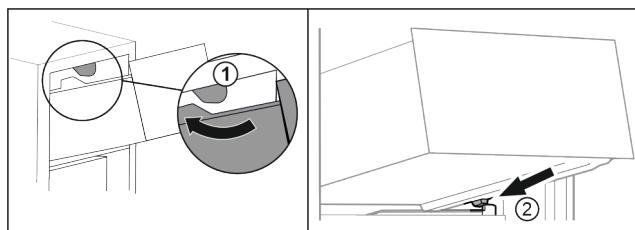

Fig. 63
- Обведите выдвижной ящик вокруг верхнего стопора. Fig. 63 (1)
- Наклоняя вниз, установите выдвижной ящик за нижние стопоры на контейнерное ребро. Fig. 63 (2)